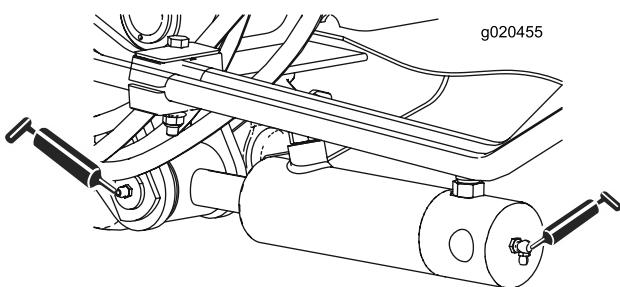

Figura 42
- Casquillos de los cilindros del brazo de elevación (2 en cada uno) (Figura 42)